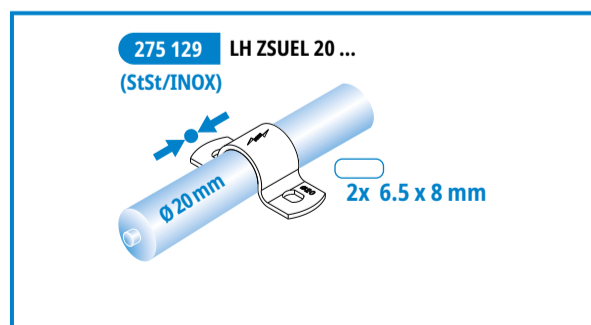

Fig. 4 用于安装时无需与建筑墙体保持距离
- ➔ **without clearance** between the conductor and wall (Fig. 4):
Fig. 4 für Montage OHNE Abstand zur Gebäudewand
与建筑墙体无需保持距离(图 4)。
与建筑墙体无需保持距离(图 4):